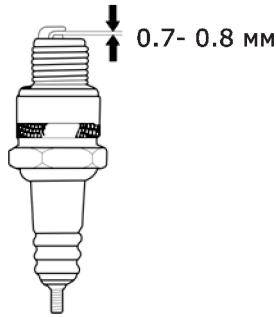

Рис. 23
5. Проверьте зазор между электродами свечи зажигания. Он должен составлять 0.7-0.8 мм (Рис. 23). При необходимости отрегулируйте зазор.